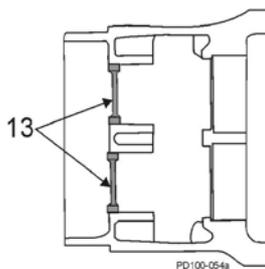

Abb. 43 Hintere Öldichtungen entfernen
- Drücken Sie beide hinteren Öl-Lippendichtungen im Getriebegehäuse (Abb. 43, Pos. 13) und entsorgen Sie sie.